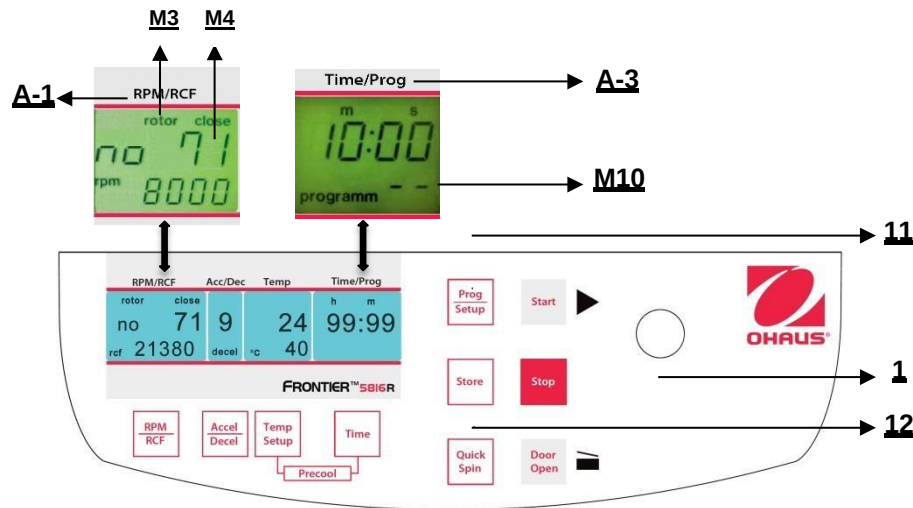

Figura 28
Per richiamare i programmi salvati, premere il tasto **"Prog/Setup"** (11) (fare riferimento alla figura 28) quando il coperchio è già chiuso. Sul display **"Time/Prog"** (A-3), appare la parola **"programm --"** (M10). Il numero di programma desiderato può essere preselezionato mediante la manopola di regolazione (1).